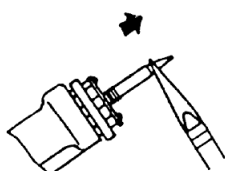

FIG. 4
4. Enlevez la panne avec une pince (fig. 4 & 5).